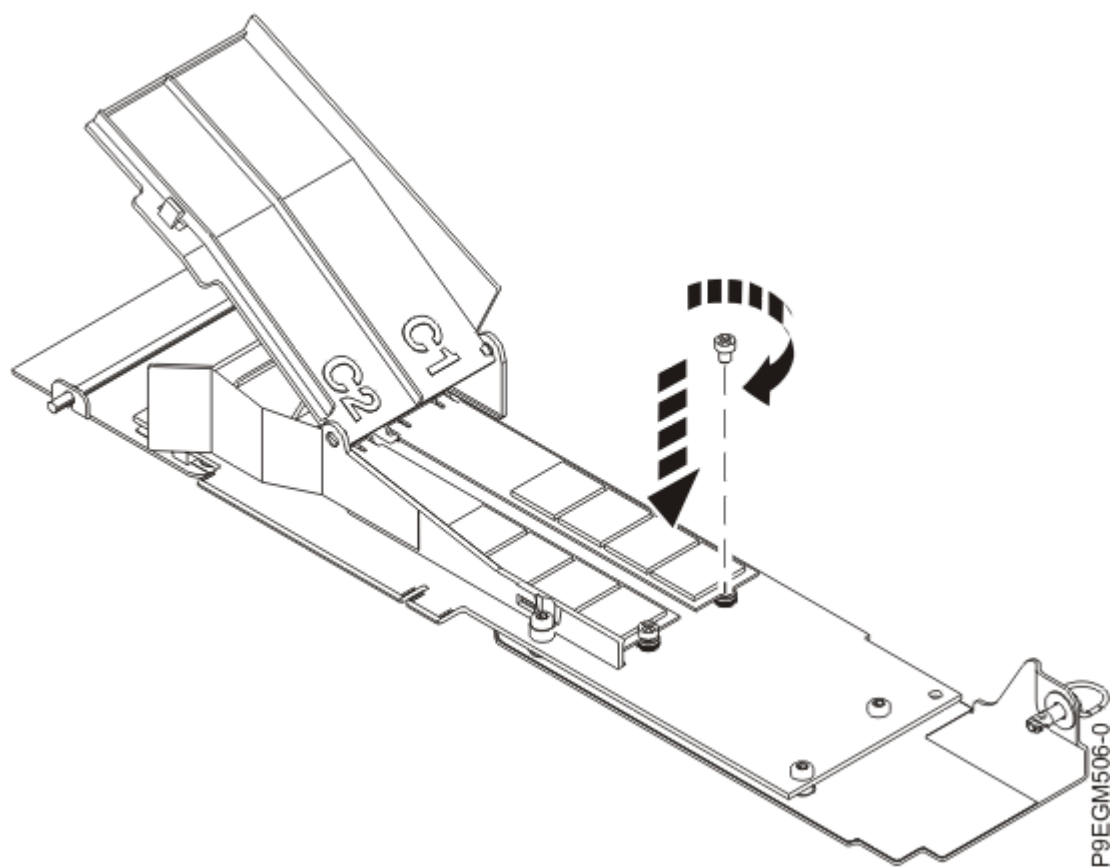

Figura 21. Fijación del módulo flash NVMe M.2 a la tarjeta portadora
3. Mediante un destornillador de estrella, fije el módulo flash en la tarjeta portadora NVMe M.2 Figura 21 en la página 27.